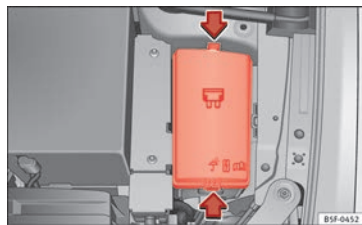

Fig. 101 Dans le compartiment moteur : cache du boîtier de fusibles.
- Appuyez sur les languettes de verrouillage pour déverrouiller le cache de la boîte à fusibles »» **fig. 101.**